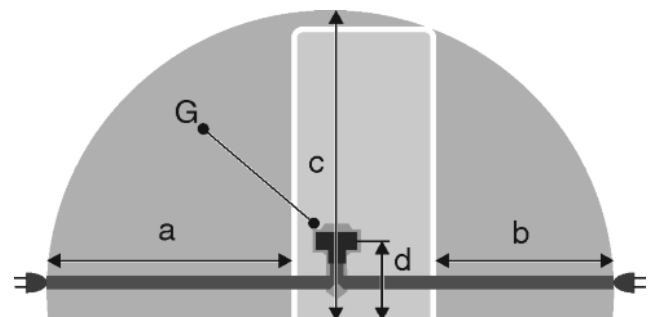

Fig. 48
- Steckdose liegt außerhalb des Geräterückseitenbereichs im gegebenen Bereich *Fig. 48 (a, b, c)*.
- ▶ Gerätestecker *Fig. 48 (G)* auf der Rückseite des Gerätes einstecken. Auf richtiges Einrasten achten.